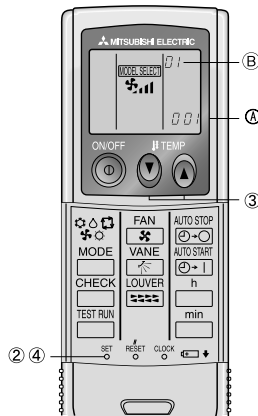

Fig. 6-4
2) Ajuste automático de la velocidad del ventilador (Para el controlador remoto inalámbrico por infrarrojos) (Fig. 6-4)